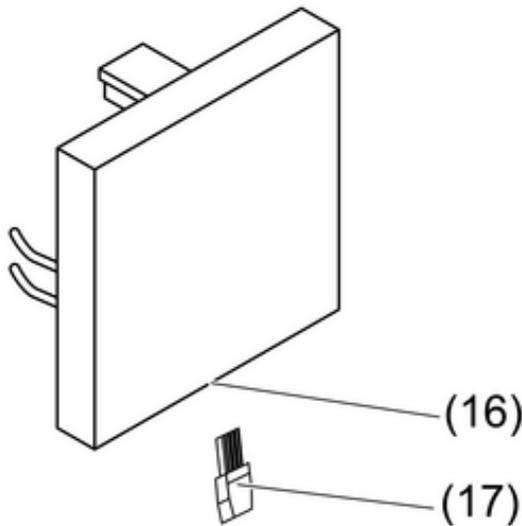

Figura 9: Sensore solare sull'unità di comando
La linea sensori può essere installata in tre modi diversi. Posa sotto intonaco (figura 7), posa sopra intonaco (figura 8) e, per determinate unità di comando, applicazione della linea sensori sull'unità (figura 9).
- Inserire la spina (17) nella presa dell'unità di comando (16) (figura 9).